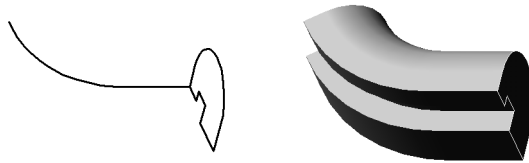

Рис. 80.5. Эскизы и элемент, образованный кинематической операцией
- ▼ **Кинематическая операция** — перемещение эскиза вдоль указанной направляющей (рис. 80.5).